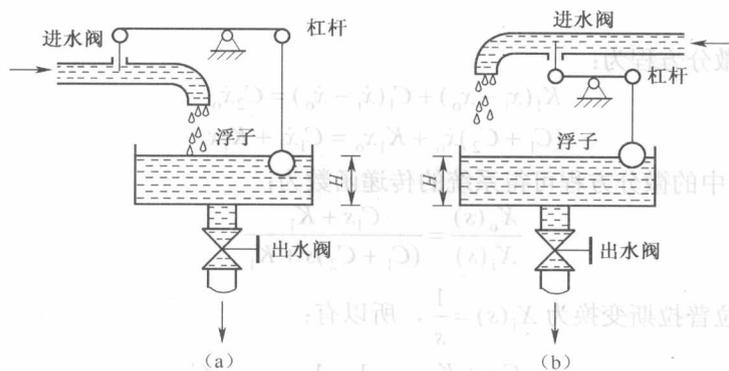

图 1-5
【1-2】(武汉大学 2008 年硕士研究生入学考试试题) 两种液面自动控制系统如图 1-5 所示。
(1) 图 1-5 (a) 能够实现液面的自动控制。因为图 1-5 (a) 是负反馈, 液面升高使阀门
关小, 减少进水量, 以维持液面高度; 图 1-5 (b) 是正反馈, 液面升高使阀门开大, 增加进水量, 不能维持液面高度。